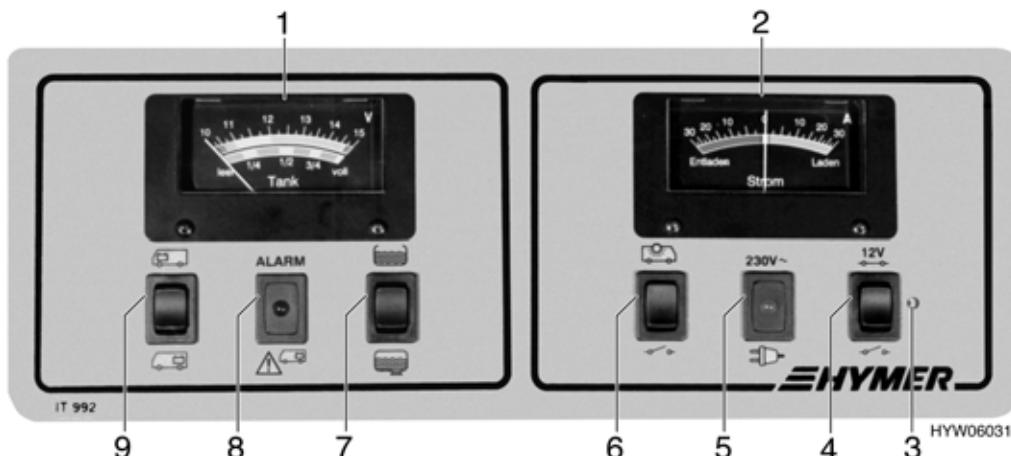

Bild 98 Panel
Der Elektroblock arbeitet nur in Verbindung mit dem Panel (Bild 98).
- Wenn nötig, mit dem 12-V-Hauptschalter (Bild 98,4) die 12-V-Versorgung für kurzzeitigen Betrieb wieder einschalten. Dies ist aber nur möglich, wenn die Batteriespannung über 11 V liegt. Liegt die Spannung darunter, kann die 12-V-Versorgung erst wieder eingeschaltet werden, wenn die Wohnraumbatterie geladen wurde.
Beim Anzeigegerät V/Tank (Bild 98,1) die obere Skala beachten. Bei Schalterbetätigung wird das Anzeigegerät automatisch beleuchtet.
- Wippschalter (Bild 98,9) oben drücken : die Batteriespannung der Starterbatterie wird angezeigt.
- Wippschalter (Bild 98,9) unten drücken : die Batteriespannung der Wohnraumbatterie wird angezeigt.
Die rote Warnleuchte ALARM (Bild 98,8) blinkt, sobald die Spannung der Wohnraumbatterie 11 V (Messung im laufenden Betrieb) unterschreitet und damit Tiefentladung droht.
Beim Anzeigegerät V/Tank (Bild 98,1) die untere Skala beachten. Bei Schalterbetätigung wird das Anzeigegerät automatisch beleuchtet.
- Wippschalter (Bild 98,7) oben drücken : die Frischwassermenge wird angezeigt.
- Wippschalter (Bild 98,7) unten drücken : die Abwassermenge wird angezeigt.
Am Anzeigegerät Strom (Bild 98,2) wird ständig der aktuell fließende Batteriestrom angezeigt. Bei Schalterbetätigung wird das Anzeigegerät automatisch beleuchtet.
Der 12-V-Hauptschalter (Bild 98,4) schaltet die 12-V-Versorgung des Wohnraums ein und aus. Ausnahme: Heizung, Grundlicht (Beleuchtung im Eingangsbereich), Eintrittstufe und Reserve 4 am Elektroblock sind immer betriebsbereit.
- Wippschalter (Bild 98,4) oben drücken : die 12-V-Versorgung des Wohnraums ist eingeschaltet. Kontroll-Leuchte (Bild 98,3) leuchtet grün.
- Wippschalter (Bild 98,4) unten drücken : die 12-V-Versorgung des Wohnraums ist ausgeschaltet. Kontroll-Leuchte (Bild 98,3) erlischt.
Die Kontroll-Leuchte (Bild 98,3) leuchtet, wenn der 12-V-Hauptschalter (Bild 98,4) eingeschaltet ist.
Die gelbe 230-V-Kontroll-Leuchte (Bild 98,5) leuchtet, wenn am Eingang des Elektroblocks Netzspannung vorhanden ist.
- Schalter (Bild 98,6) oben drücken : die Vorzelteuchte ist eingeschaltet.
- Schalter (Bild 98,6) unten drücken : die Vorzelteuchte ist ausgeschaltet.